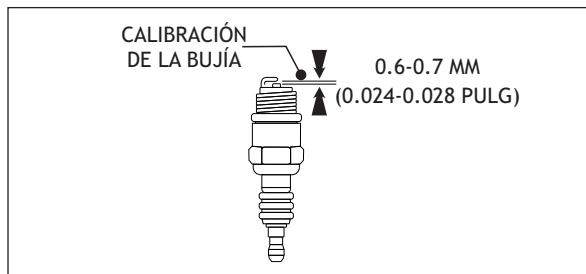

Fig 8. Filtro de aire del motor
- Retire y limpíe la bujía (Fig 8), posteriormente ajuste la calibración de la bujía a 0.6~0.7 mm (0.024~0.028 pulg).